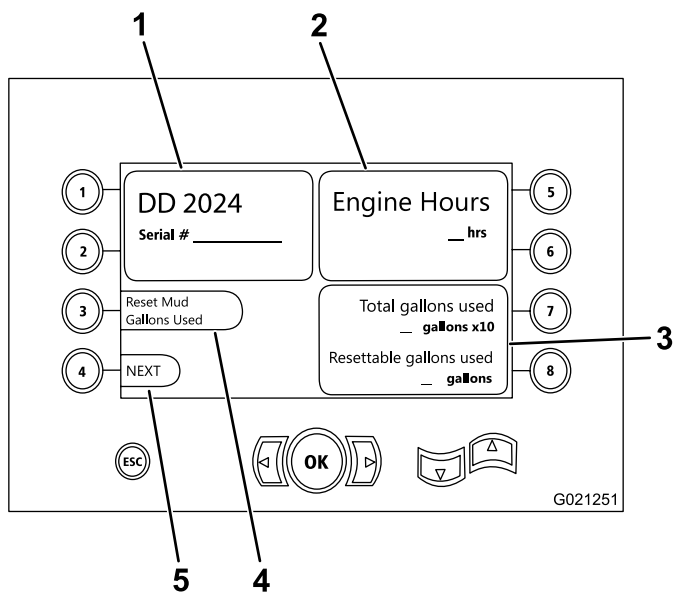

**Figure 14**
- Le modèle et le numéro de série de la machine (Figure 14).
- Le nombre d'heures de fonctionnement du moteur (Figure 14).
- Le nombre de gallons de fluide de forage utilisés et le nombre réinitialisable de gallons de fluide de forage utilisés (Figure 14).
**Remarque:** Appuyez sur le bouton 3 pour réinitialiser le nombre de gallons de fluide de forage utilisés depuis la dernière réinitialisation (Figure 14).